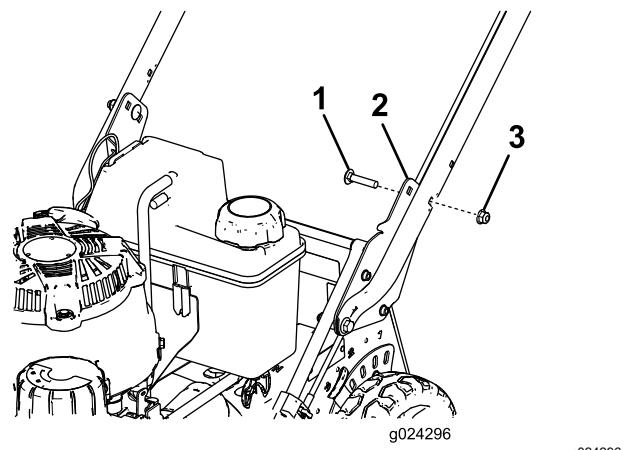

Figure 6
6. Fixez le guidon sur ses supports à la hauteur qui convient au moyen de 2 boulons de carrosserie (5/16 x 1½ po) et 2 écrous à embase (5/16 po), comme montré à la Figure 6.